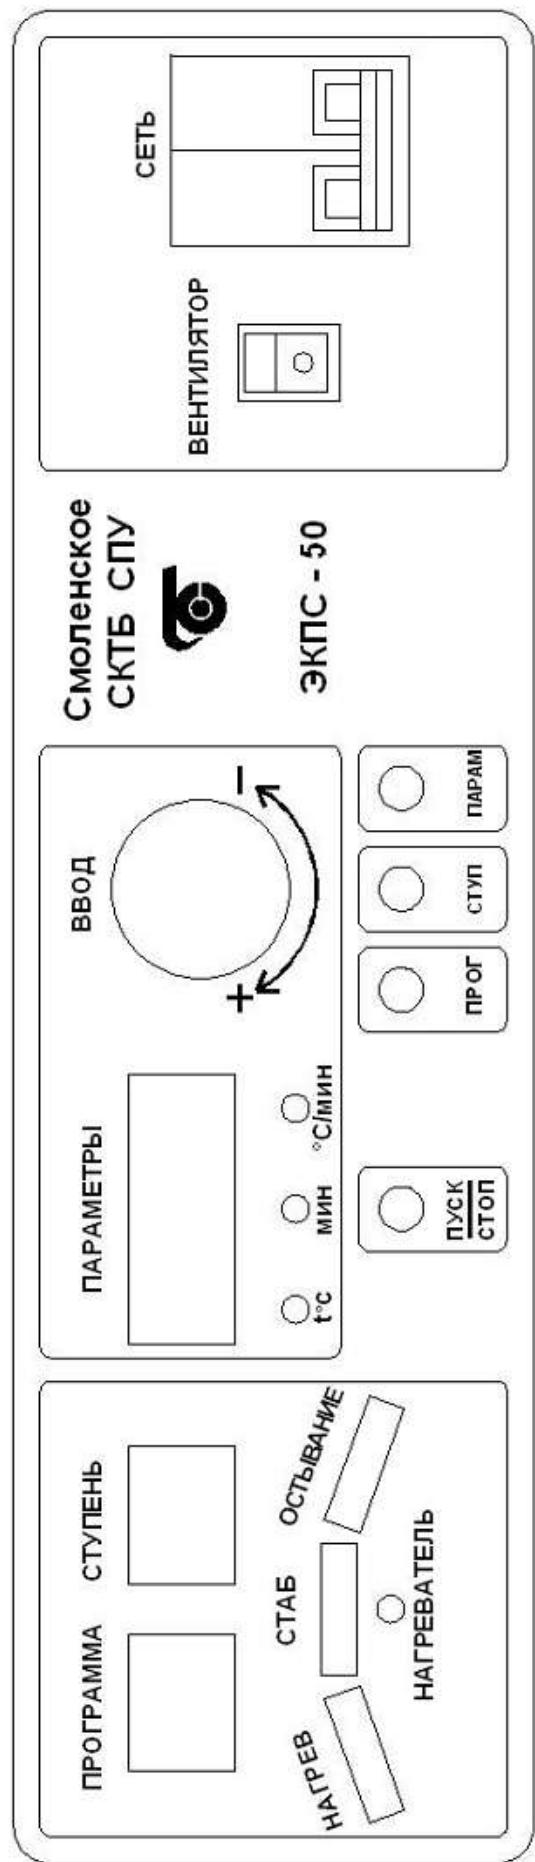

Рис. 3 – Лицевая панель электропечи с многофункциональным блоком МКУ
8.3.3 Включить выключатель «СЕТЬ» на лицевой панели электропечи (рис. 3), при этом на цифровом индикаторе «Программа» загорится номер 1 программы, на цифровых индикаторах «Ступень» загорится 1 ступень, на индикаторах «Параметры» значение заданной температуры на 1 ступени и светодиодный индикатор « t °C». Цифровые индикаторы «Программа» включены в мигающем режиме – регулятор находится в режиме «ВВОД».